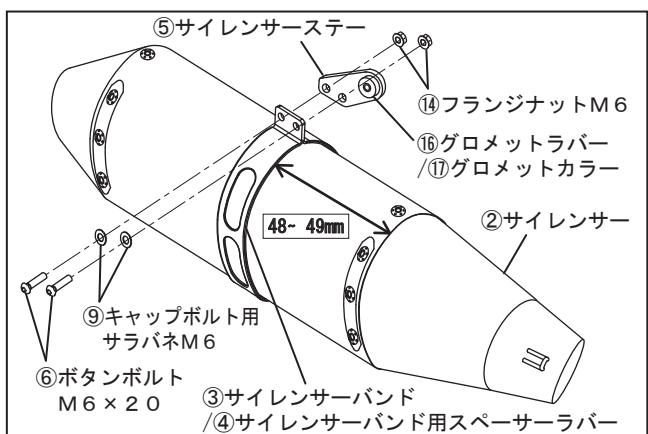

FIG. 7
7. ⑤サイレンサーステーに⑯グロメットラバーと⑰グロメットカラーを取り付けて下さい。次に、③サイレンサーバンドに④サイレンサーバンド用スペーサーラバーを取り付けてから②サイレンサーに通し、⑥ボタンボルトM6×20、⑨キャップボルト用サラバネM6、⑭フランジナットM6を使用して、サイレンサーカバー前端から48~49mmの位置で⑤サイレンサーステーを仮締めして下さい。（FIG. 7, 8参照）